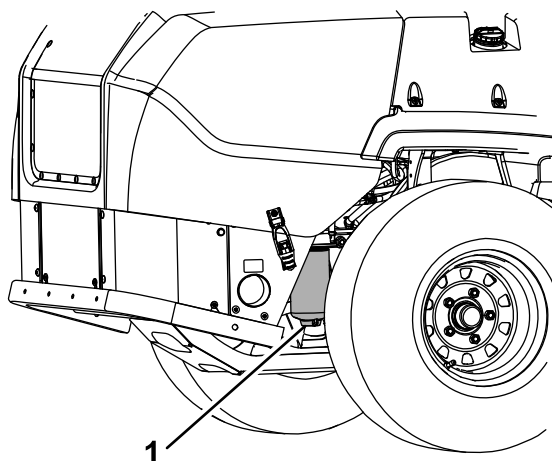

Figure 44
4. Desserrez le bouchon de vidange du séparateur d'eau d'un tour environ pour vidanger l'eau et autres contaminants (Figure 44).